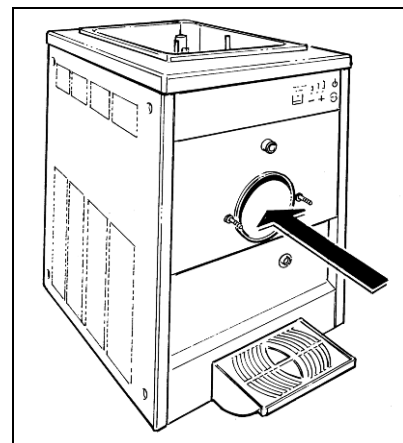

Fig. 19
- Laver soigneusement le cylindre de congélation et le bac supérieur en éliminant tout résidu de produit à l'aide d'une éponge propre imbibée de produit d'assainissement en veillant à mouiller complètement toutes les surfaces pendant au moins 60 secondes. Laisser ensuite sécher et s'assurer de suivre les réglementations locales indérogeables (voir fig.19).
- Démontez le ramasse gouttes en le tirant légèrement vers l'extérieur (fig.19) et le laver soigneusement à l'eau chaude et liquide vaisselle.